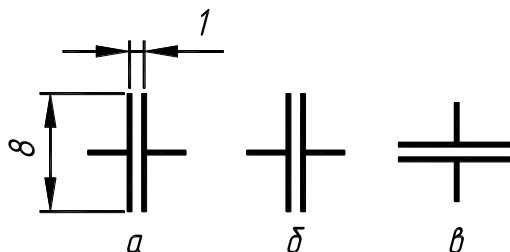

Рисунок 1
3.1 Вычертить конденсатор (рисунок 1)
Рисунок 1а иллюстрирует форму и размеры условного графического обозначения конденсатора, необходимые для его изображения на схемах. Пластины конденсатора и выводы представляют собой отрезки длиной 8 мм и 5 мм соответственно. Расстояние между пластинами установить равным 1,5 мм.
ПРис Отрезок: Первая точка: **31.5, 261 <ОК>** Следующая точка: *сместить прицел вправо*, в **КС** ввести длину отрезка: **4.25 <ОК> <ОК>** Получаем рисунок 1б.
Пред Повернуть Выберите объекты: прицелом выбрать поворачиваемый объект – заключить в рамку рисунок конденсатора **<ОК>**. **ОП Конточка:** прицелом указать на левую конечную точку вывода конденсатора. Угол поворота: **90 <ОК>** (рисунок 1в).
6. Перечислите графические примитивы, используемые при построении УГО конденсатора (рисунок 1) ?